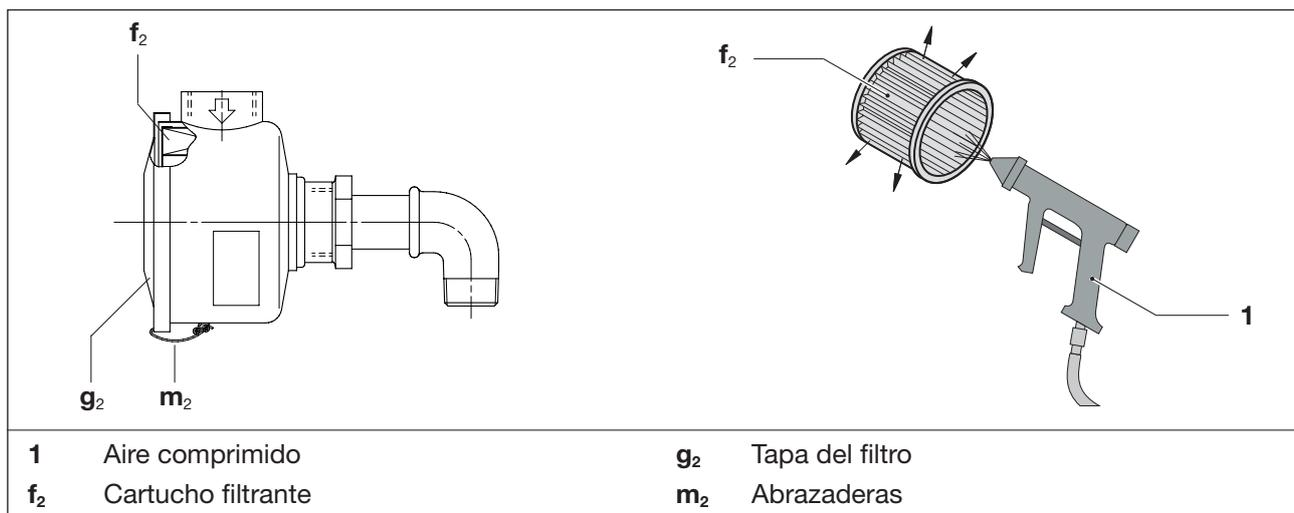

Fig. 10 Filtro de admisión
- b) Aflojar las abrazaderas (Fig. 10/m₂) de la tapa del filtro (Fig. 10/g₂).
- c) Retirar el cartucho filtrante (Fig. 10/f₂) del filtro y limpiar o sustituir.
d) Volver a introducir el cartucho filtrante en el filtro y fijar la tapa del filtro (Fig. 10/g₂) con las abrazaderas (Fig. 10/m₂).